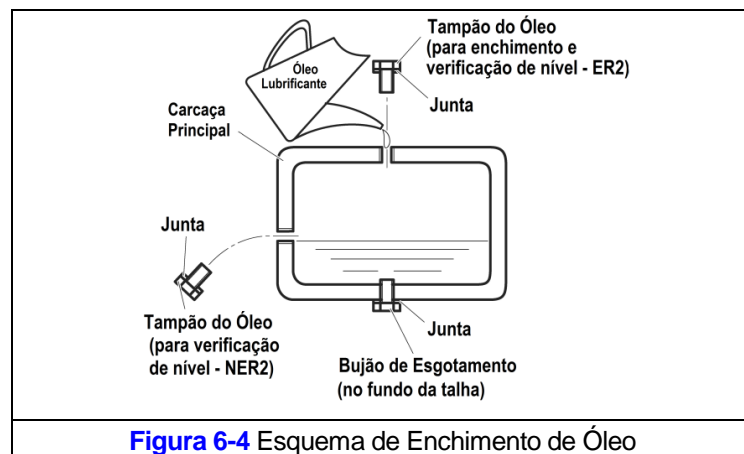

Figura 6-4 Esquema de Enchimento de Óleo
- Drene o óleo existente na talha removendo o "Tampão de Óleo" da parte de cima da talha e o "Bujão de Drenagem de Óleo" que fica na parte inferior da talha. Deixe que o óleo drene completamente. A localização do tampão e do bujão de óleo é mostrada na Figura 6-4.
- Encha a caixa de engrenagens com o tipo e a quantidade corretos de óleo ou encha até que o nível de óleo esteja na faixa mostrada na Tabela 6-6. Veja a Figura 6-4. Note que os modelos NER & ER usam quantidades diferentes de óleo.